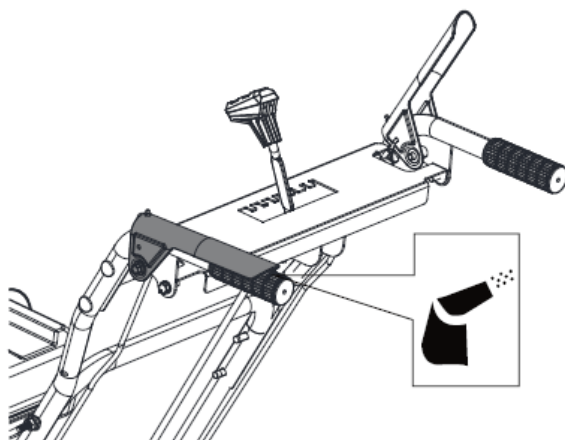

Рис. 31
1. Нажмите рычаг сцепления привода шнека на рукоятке, чтобы задействовать шнек и начать выброс снега (рис. 31).